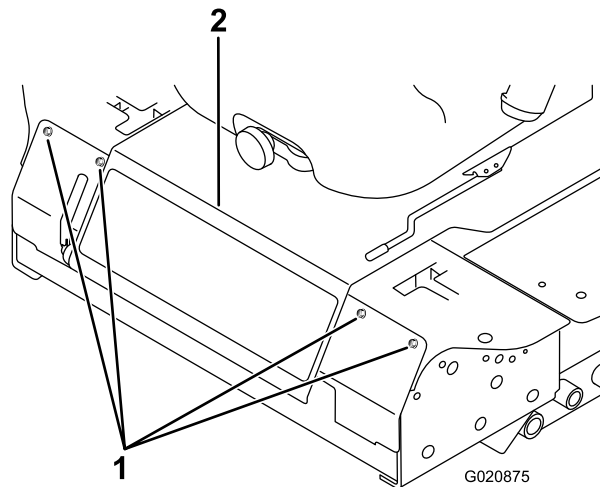

Figura 53
- Afloje los pernos del panel delantero y retire el panel (Figura 53).